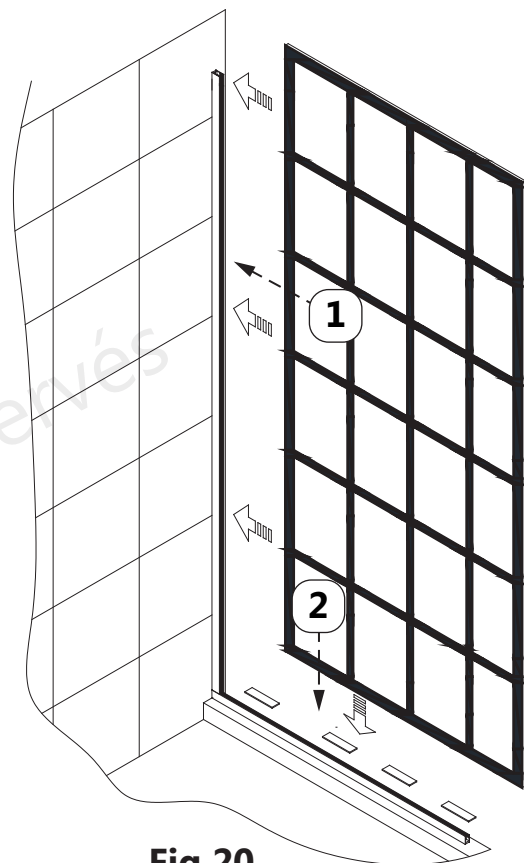

Fig 20
20. Installez d'abord le **panneau vitré fixe (N° 11)** dans le **profilé en U vertical (N° 09)**, puis faites-le glisser vers le bas dans le **profilé en U inférieur (N° 29)** sur les **entretoises 0,5 mm PVC - vitre (N° 34)**. Poussez le **panneau vitré fixe (N° 11)** dans le **profilé en U vertical 1 (N° 09)** de sorte que le bord du **panneau vitré fixe (N° 11)** soit **égal et symétrique** avec l'**extrémité apparente du profilé en U 2 (N° 29) du bas**. (Fig 20)